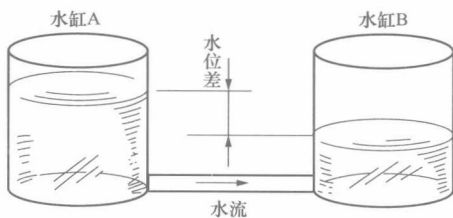

图 1-2 水位差产生水流
**说明** 水在管中能流动是因为有着高水位和低水位之间的差别而产生的一种压力，如图 1-2 所示。生活中使用的自来水，打开水阀，水就能从